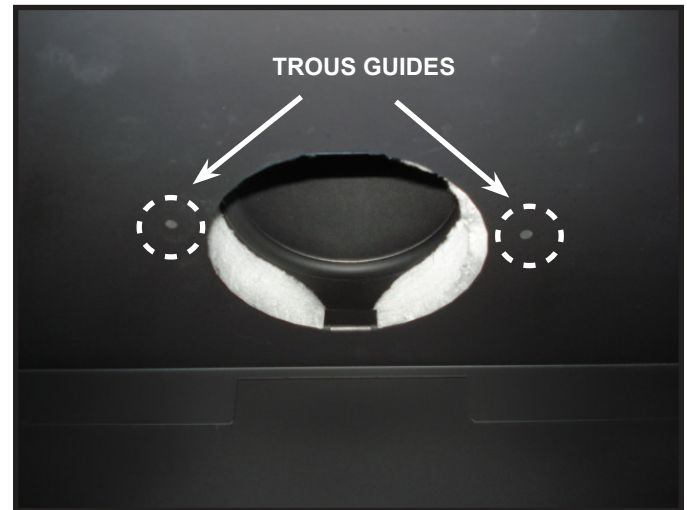

Figure 7.8 Emplacement des trous guides
1. Trouvez les deux trous guides situés dans le bouclier thermique intérieur de la boîte à feu comme montré à la Figure 7.8.